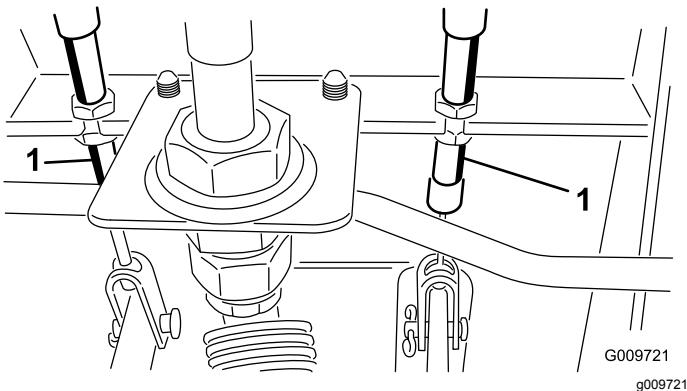

Figura 53
- A. Desaperte a porca dianteira na extremidade roscada do cabo do travão (Figura 53).